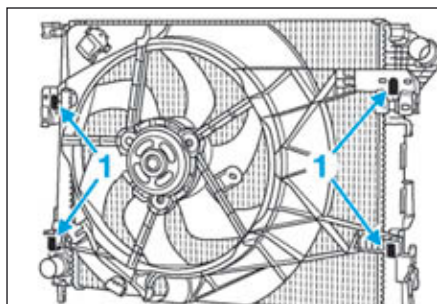

FIG.130
- Déclipper en (1) (Fig.130) le groupe motoventilateur du radiateur de refroidissement.